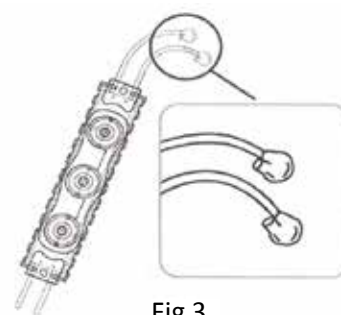

Fig 3
5. Cada punto de conexión y extremo de los cables debe ser aislado con conectores o métodos alternativos (Fig 3).